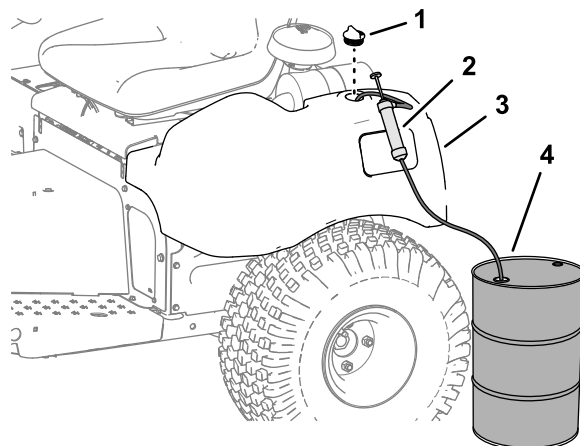

图 43
1. 从液压油箱上取下盖子图 43。
2. 将液压油从液压油箱中泵出图 43。